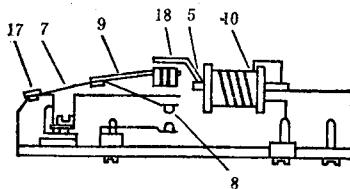
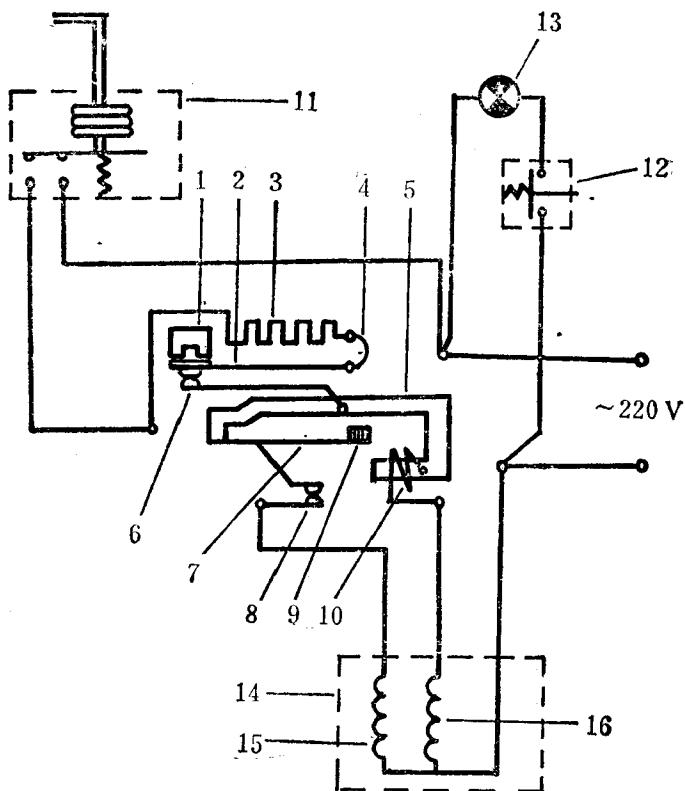

图 1-11 起动继电器的起动开关部分
图 1-12 起动继电器的工作原理图
1) 起动开关部分：图 1-11 为继电器的起动开关部分。图 1-12 为起动继电器的工作原理图。